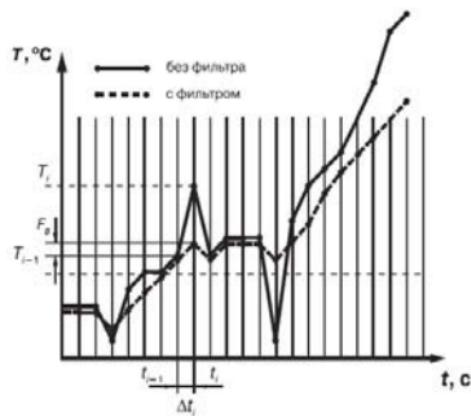

Рисунок 3.3
3.2.4.2 Во-первых, фильтр устраниет сильные единичные помехи (рисунок 3.3).
Если измеренное значение T_i отличается от предыдущего T_{i-1} на величину, большую, чем значение параметра F_b (заданная «полоса фильтра»), то прибор присваивает ему значение равное $(T_{i-1} + F_b)$ (рисунок 3.3). Таким образом характеристика сглаживается.